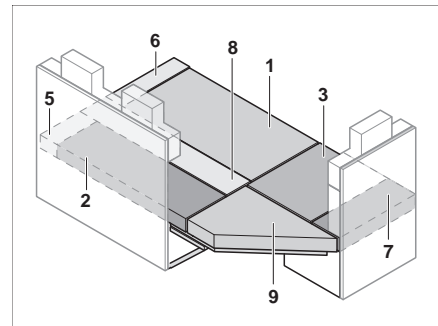

Fig. 131 Après la transformation
- Placer les coussins d'assise, les dossiers et les coussins supplémentaires comme montré en Fig. 131.